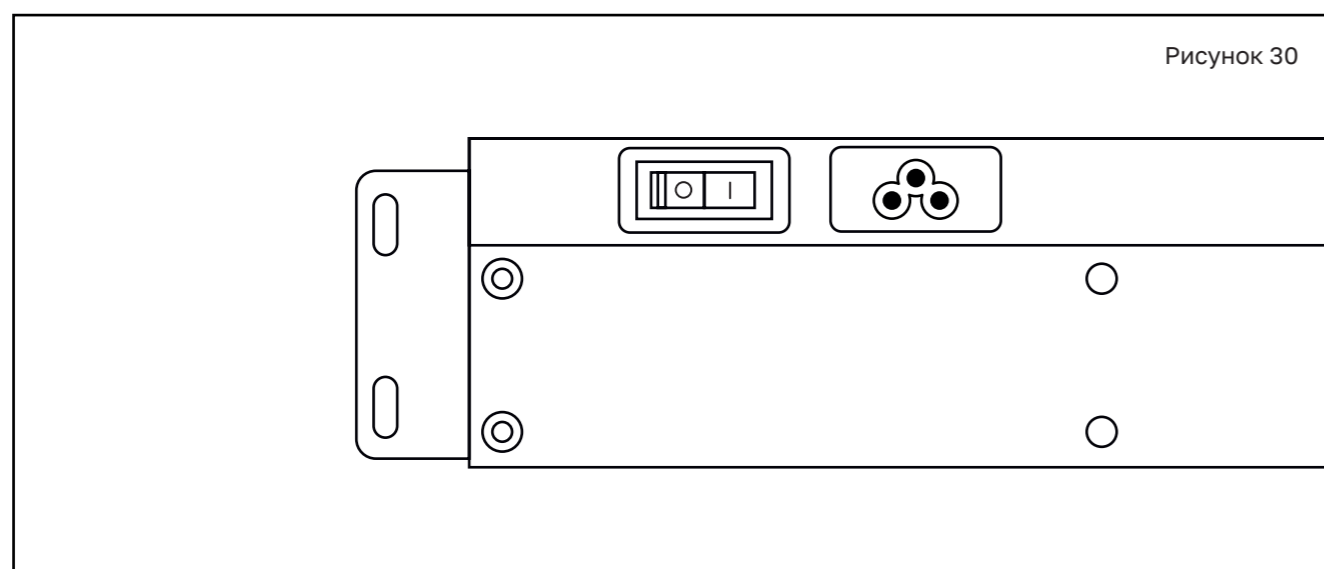

Рисунок 30
2. Переведите выключатель питания в положение I (Вкл.). (Рисунок 30)